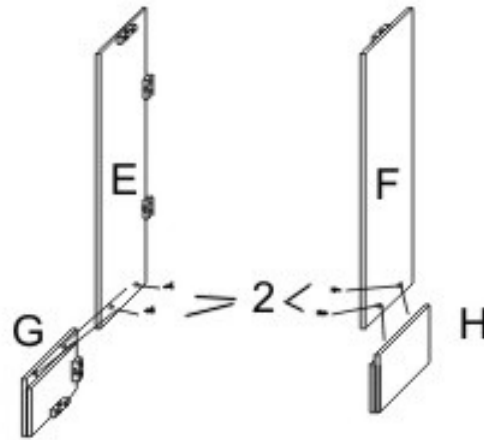

Fig. 2
**Step 2:** Attach the LEFT LOWER & RIGHT LOWER PANELS (G, H) to LEFT UPPER SIDE & RIGHT UPPER SIDE PANELS (E, F) with 4 KD SCREWS (2). See Fig.2.